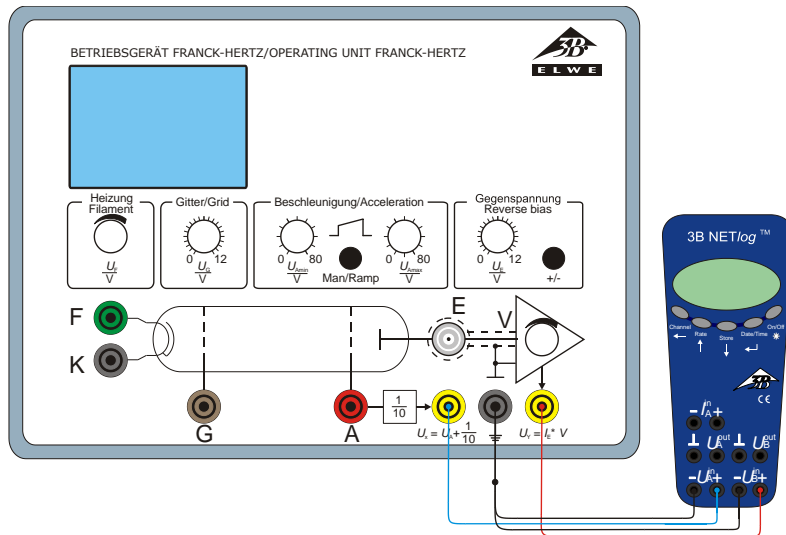

Fig. 6 Raccordement de l'interface 3B NET/log™ à l'appareil pour l'expérience de Franck-Hertz
- Branchez l'interface 3B NET/og™ sur l'appareil pour l'expérience de Franck-Hertz. (voir Fig. 6) Puis reliez la sortie  $U_x$  de l'appareil pour l'expérience de Franck-Hertz à l'entrée A du 3B NET/og™ et la sortie  $U_y$  à l'entrée B.